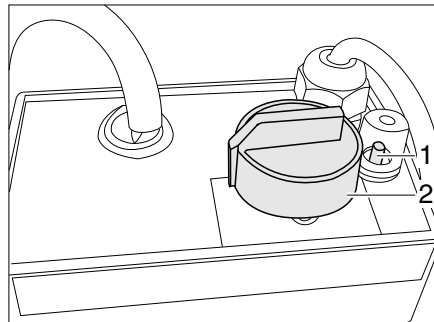

Fig. 315 Regolatore del riscaldamento elettrico del pavimento/riscaldamento del letto
- Ruotare il pomello girevole (Fig. 315,2) portandolo sullo stadio di riscaldamento desiderato.
- Ruotare il pomello girevole (Fig. 315,2) portandolo in posizione "0".
Se il regolatore viene sovraccaricato, interviene la protezione contro il surriscaldamento. Il nottolino (Fig. 315,1) fuoriesce.
- Inserire il nottolino (Fig. 315,1) della protezione contro il surriscaldamento dopo che il regolatore si è raffreddato.